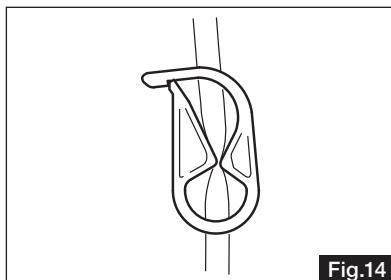

Fig.14
- 1) Cierre la sujeción del tubo localizada entre la aguja del tubo de irrigación y la bomba de irrigación (Fig. 14).